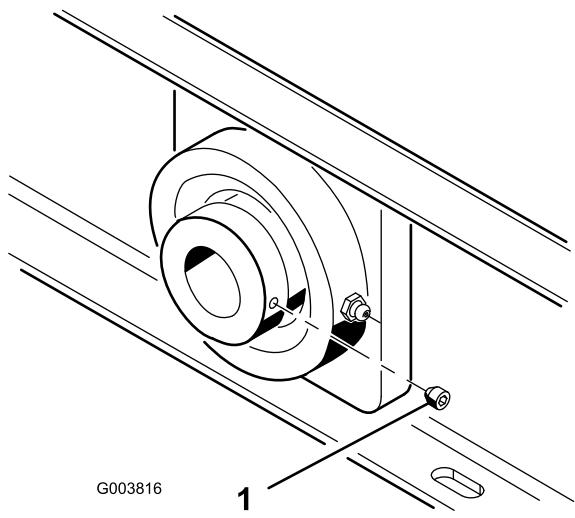

Figura 11
- Aperte os parafusos de afinação do rolamento do eixo da ventoinha (Figura 11) com 6,6 a 9,3 Nm.